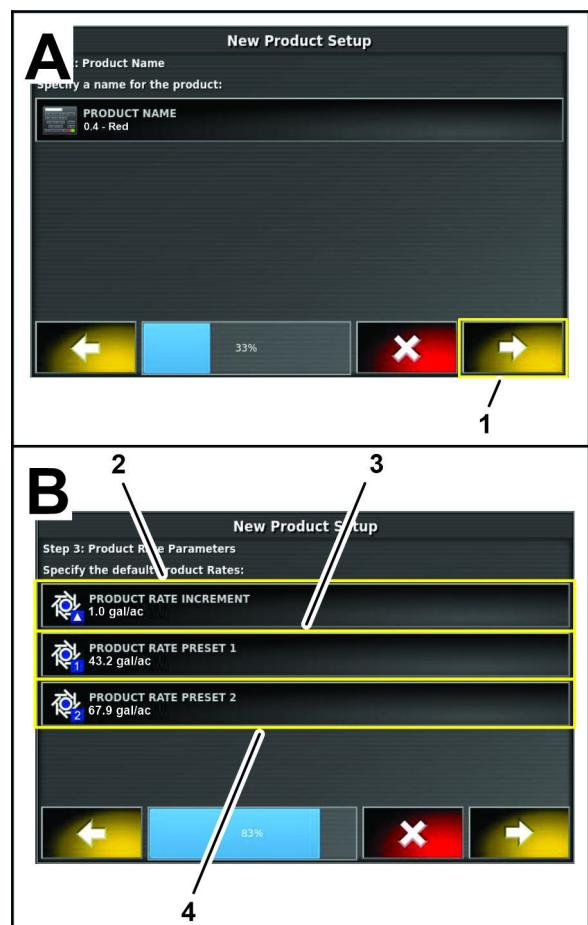

图 119
8. 在新产品设置对话框中的第 2 步按下一步图标 图 119。
9. 在新产品设置对话框中的第 3 步按产品喷洒率增量图标 图 119。
11. 在新产品设置对话框中的第 3 步按产品喷洒率预设 1 图标图 119。
13. 在新产品设置对话框中的第 3 步按产品喷洒率预设 2 图标图 119。